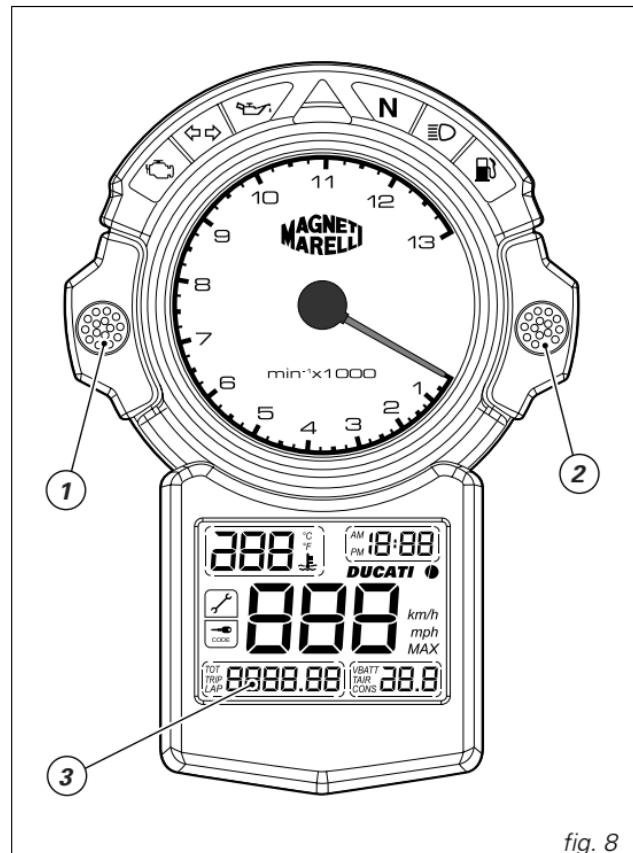

fig. 8
Appuyer sur le bouton (1, fig. 8) pendant au moins 2 secondes.
Sélectionner AM/PM en appuyant sur le bouton (2, fig. 8). Appuyer sur le bouton (1) pour valider le choix et passer au réglage de l'heure.
Sélectionner la visualisation TRIP sur l'afficheur (3, fig. 8). Appuyer sur le bouton (2) pendant 2 secondes au moins pour remettre le totalisateur partiel à zéro.
La centrale électronique signale automatiquement au tableau de bord le modèle et l'unité de mesure à afficher ; pour forcer la modification de ces paramètres, tourner la clé de contact de la position OFF à la position ON et appuyer simultanément sur les boutons (1, fig. 8) et (2, fig. 8).